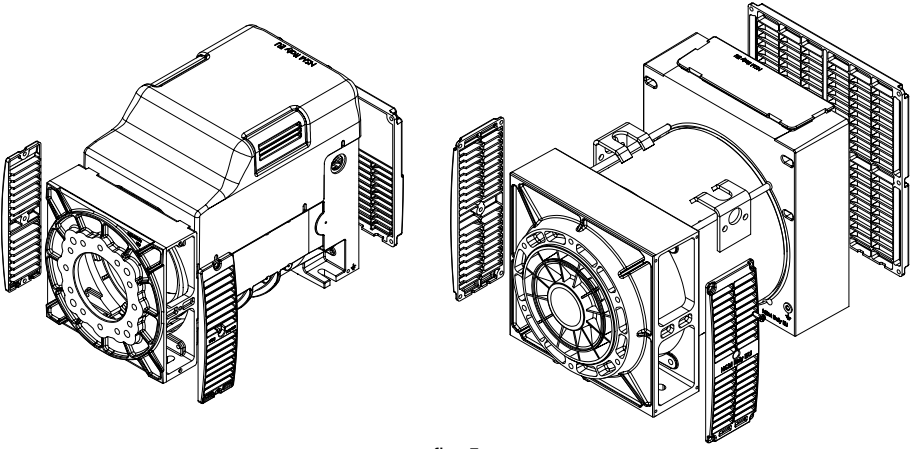

fig. 5
3. S'assurer que les ouvertures de ventilation ne sont pas obstruées. (fig.5)